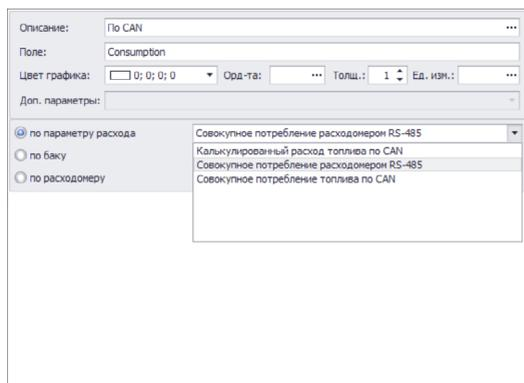

Рис.51. Расчет расхода по параметру.
**2. Настройка расчета расхода по показаниям устройства «ПОРТ-3» / данным с шины CAN (Рис.51).** Для того чтобы программа использовала показания устройства ПОРТ-3 или данные с шины CAN транспортного средства для расчета расхода топлива, необходимо выбрать опцию «по параметру расхода» и в выпадающем списке выбрать нужную настройку: